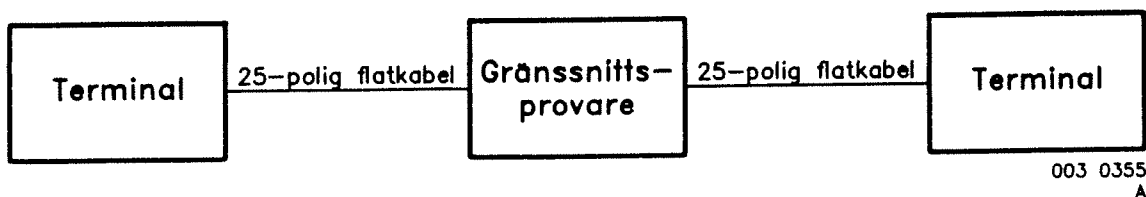

Bild 25. Koppling av terminalerna
- 5.6.1 Koppla terminalerna M3947-125110 enligt bild 25.